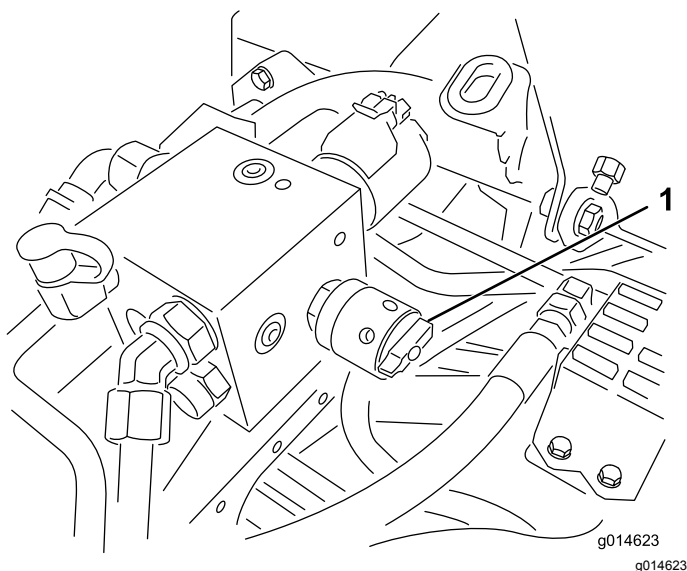

図 50
6. リール速度コントロールを 1 にセットする 図 50。